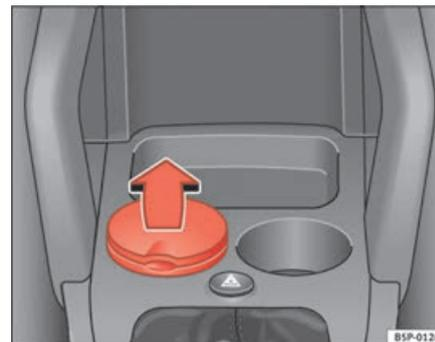

Fig. 116 Cendrier situé dans le porte-boissons avant
- Pour ouvrir le cendrier, levez le cache ⇒ fig. 116.